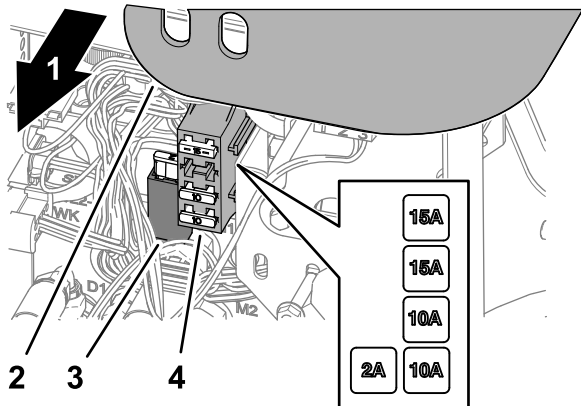

Рисунок 73
2. Поднимите крышку с рычага управления (Рисунок 73).
3. Найдите перегоревший предохранитель в держателе предохранителя или блоке предохранителей (Рисунок 73).
5. Установите крышку на рычаг управления (Рисунок 73).